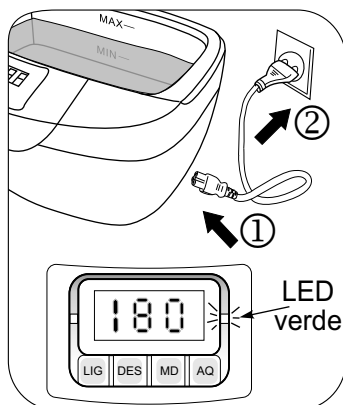

Fig.10
- 3► Após certificar-se de que a rede elétrica está adequada, encaixe o cabo de alimentação (Fig.10, pág. 12) no aparelho e depois conecte-o à tomada. Ao conectar o cabo de alimentação do aparelho à tomada, o display exibirá o ciclo padrão de 180 segundos (3 min.);
- 3►** Insira uma extremidade do cabo de energia no corpo da cuba de ultrassom e a outra na tomada (Fig.10, pág. 12). A luz verde que indica que o equipamento estará ligado e o display exibirá o ciclo padrão de 180s (3 minutos) que é exibido toda vez que a cuba de ultrassom é ligada;